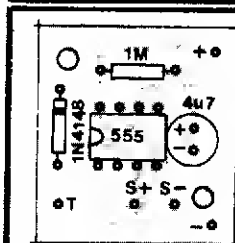

Fig.4
- FIG. 4 - "Chapeado" da montagem, com a plaquinha agora vista pelo lado não cobreado, todas as (poucas) peças principais já devidamente posicionadas. Dos quatro componentes, apenas o resistor pode ser "despreocupadamente" inserido, uma vez que não apresenta polarização ou especificidade nos